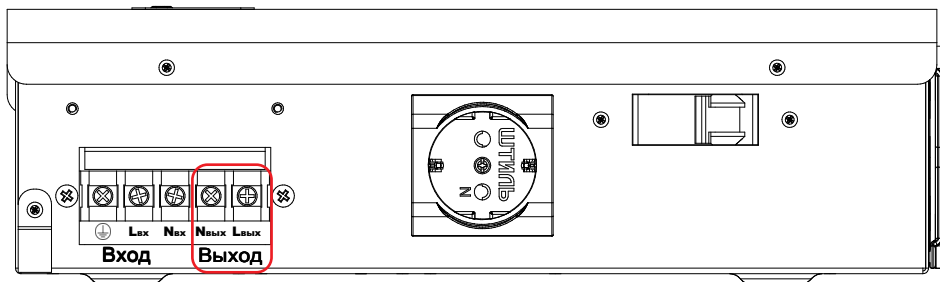

Рисунок 28. Стабилизаторы ШТИЛЬ IS2500, IS3000 и IS3500. Выводы «Выход N-L»
- у моделей IS2500, IS3000 и IS3500 к розетке и выводам «Выход N-L» (**рисунок 28**);